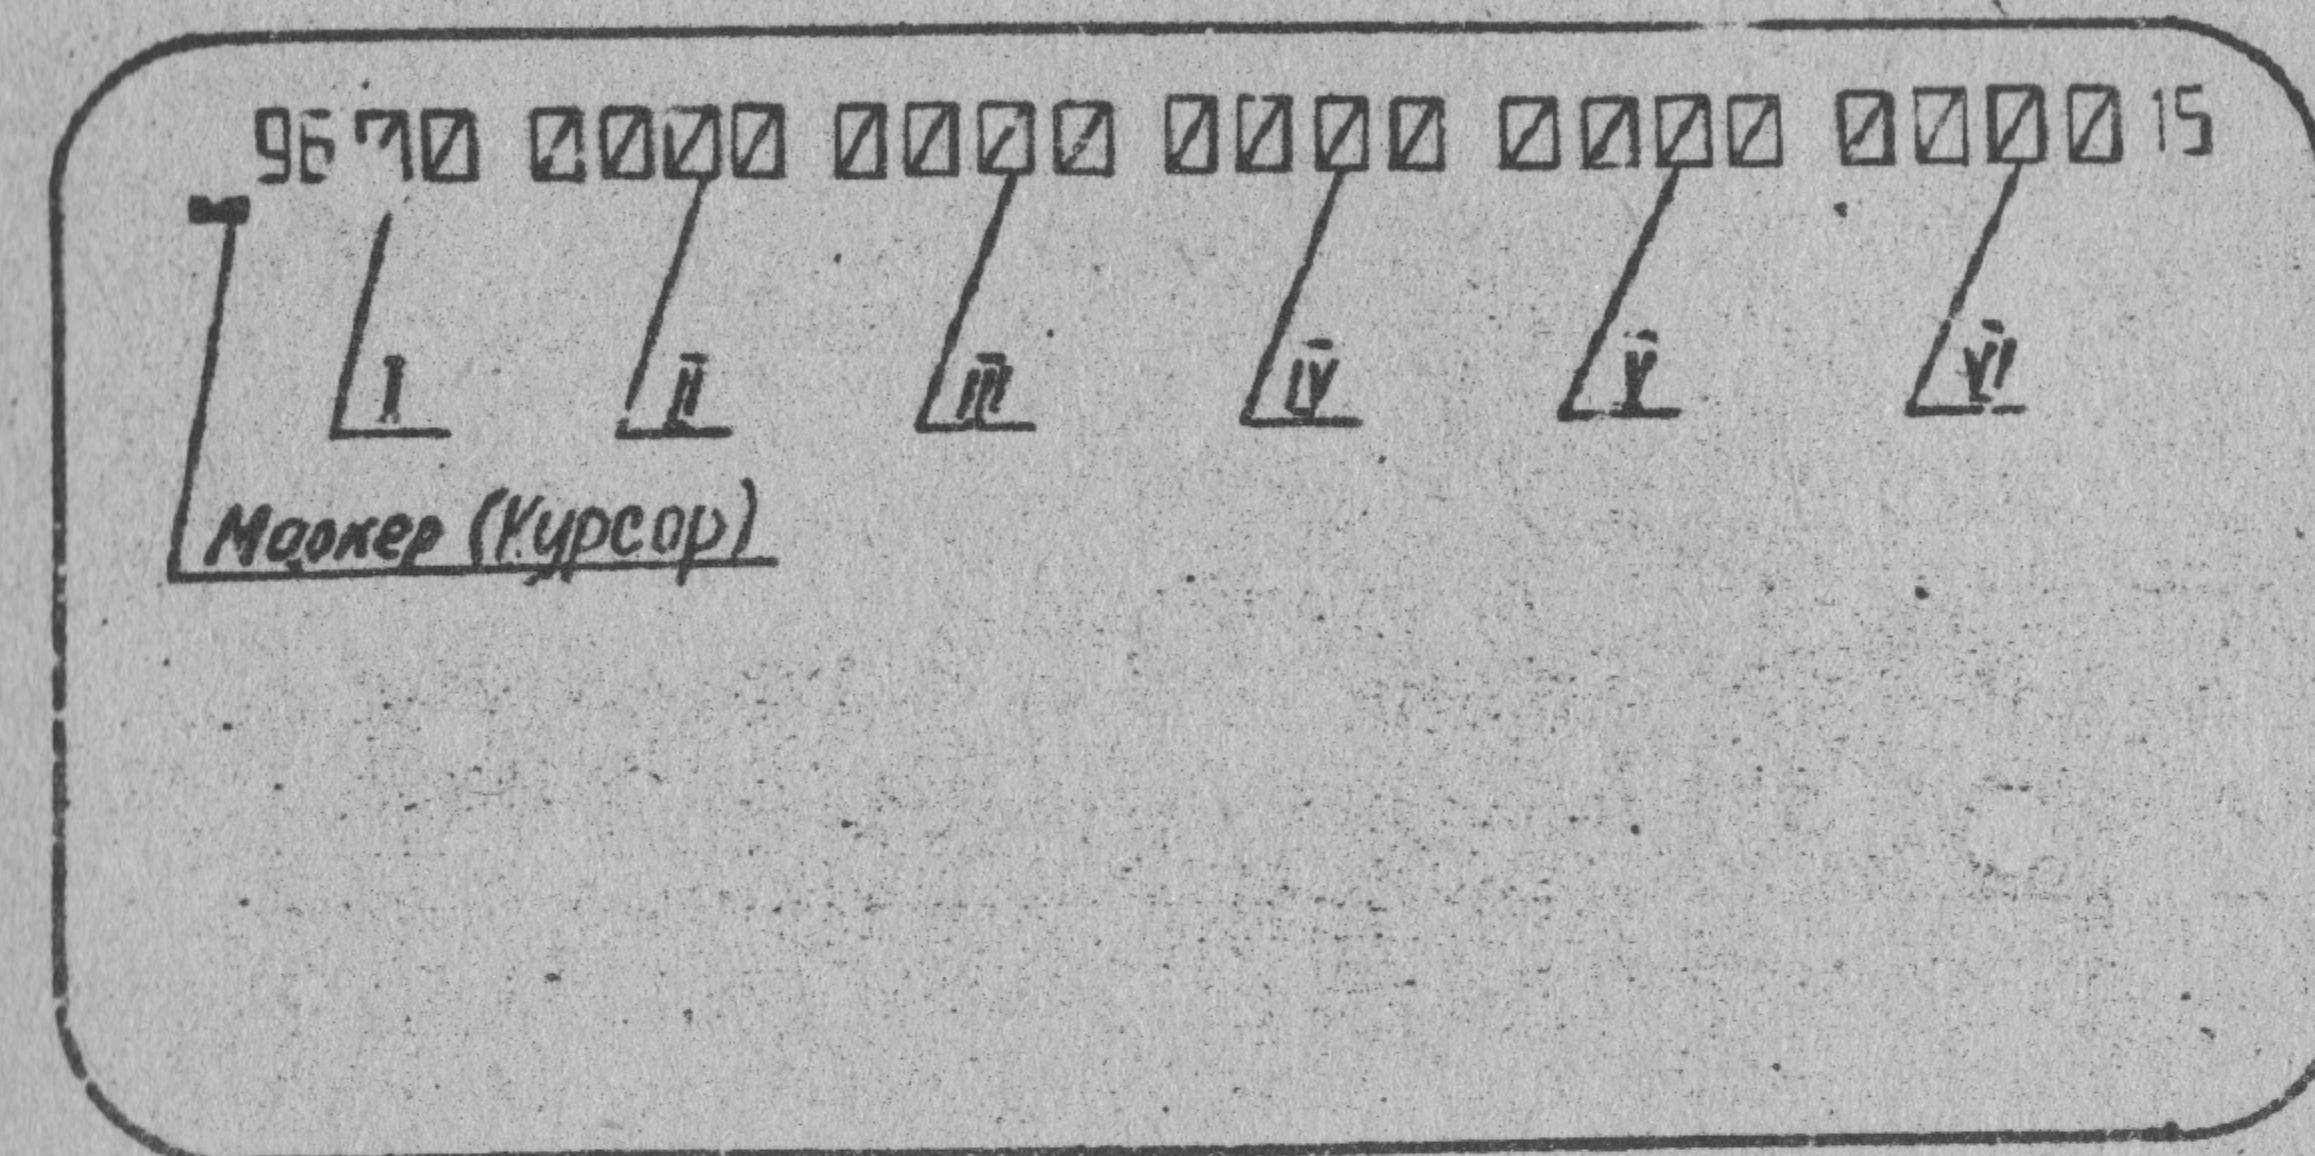

Рис.2. Изображение 25 служебной строки на экране дисплея.
5.2. Установите режим работы дмспля в соответствии с рис. 2.